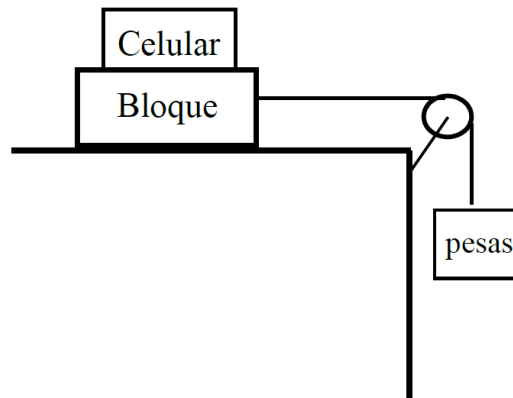

Figura 1. Diseño del experimento.
1. Prepare el sistema de la Figura 1, donde un bloque está unido a un soporte con pesas mediante un hilo inextensible que pasa por una polea (la polea tiene masa despreciable y está libre de fricción en el rodamiento). Sobre el bloque, sujete un teléfono celular con el acelerómetro. Considere que el coeficiente de rozamiento cinético entre el riel metálico y la superficie inferior del bloque es μ_c .